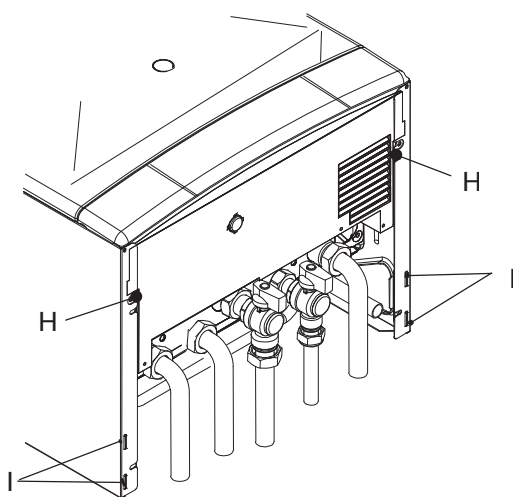

Fig. 5.5
2. Remove the screws H and loosen the screws I. (Fig. 5.5).
2. Отверните болты H и ослабьте болты I. (Рис.5.5)